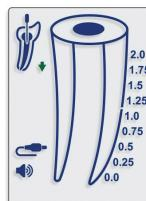
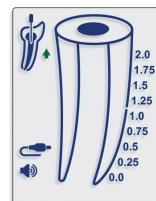

Fig. 5
Fig. 6
- 5.4.11. El movimiento de la lima dentro del conducto se refleja mediante las flechas de ABAJO (Fig. 5) y ARRIBA (Fig. 6) en pantalla.